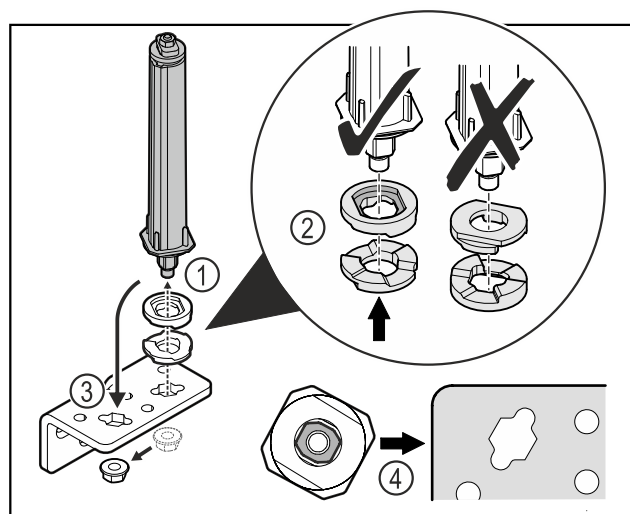

Fig. 41
- ▶ Mutter lösen und Türschließsystem entfernen Fig. 41 (1).
- ▶ Auf die korrekte Ausrichtung der Höhenverstellscheiben achten Fig. 41 (2).
- ▶ Türschließsystem im Scharnierwinkel einsetzen und mit der Mutter fixieren Fig. 41 (3).
- ▶ Beim Einsetzen auf die korrekte Ausrichtung des Türschließsystems achten Fig. 41 (4).